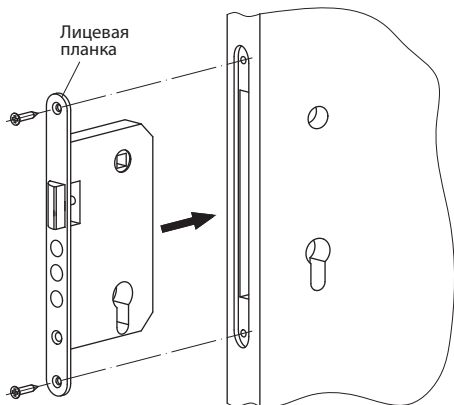

Рис. 4
3. В двери выберите паз под корпус замка и лицевую планку, затем отверстия под цилиндрический механизм и квадрат под ручки. Установите корпус замка в дверь и закрепите его саморезами (Рис. 4).